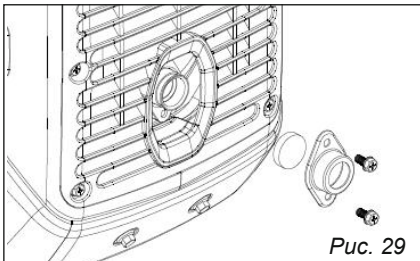

Рис. 29
2. Ослабьте болт, а затем снимите крышку глушителя, экран глушителя и искрогаситель, рис. 29.